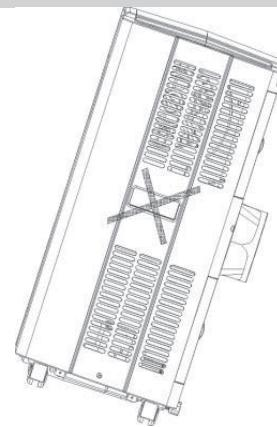

FIG. 1
- ONLY USE IN THE UPRIGHT POSITION ON A FLAT LEVEL SURFACE AND AT LEAST 50cm FROM ANY OBJECTS (Fig 1 & 4).